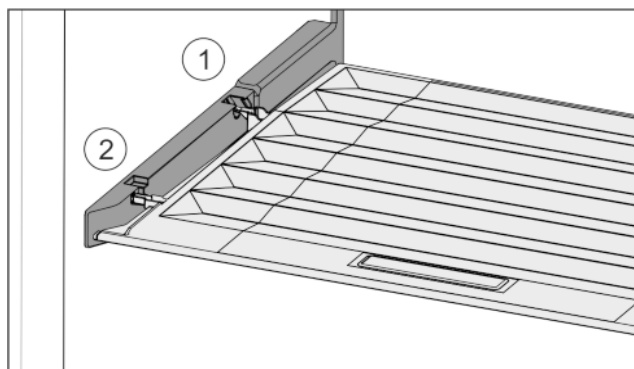

Fig. 33
- Výstupky víka zaved'te do zadních držáků Fig. 33 (1) a vpředu zaklesněte do držáku Fig. 33 (2).